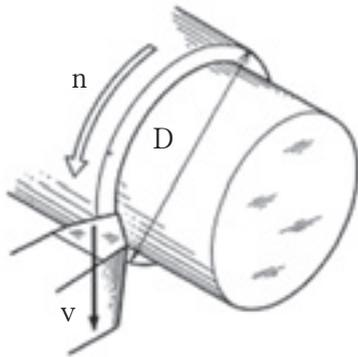

図1
(3) 図1のように、直径 $D = 30$ [mm]の工作物をバイトで削る場合の旋盤の主軸回転速度 n に最も近い数値を1～5から一つ選べ。ただし、切削速度 $v = 40$ [m/min]、 $\pi = 3.14$ とする。